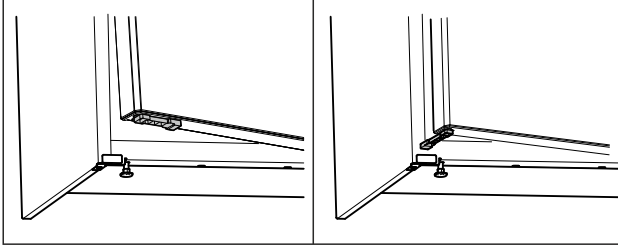

Fig. 63 *
- ▶ Kapı açılma sınırlayıcısını 90° çevirin. (bkz. Fig. 63) *